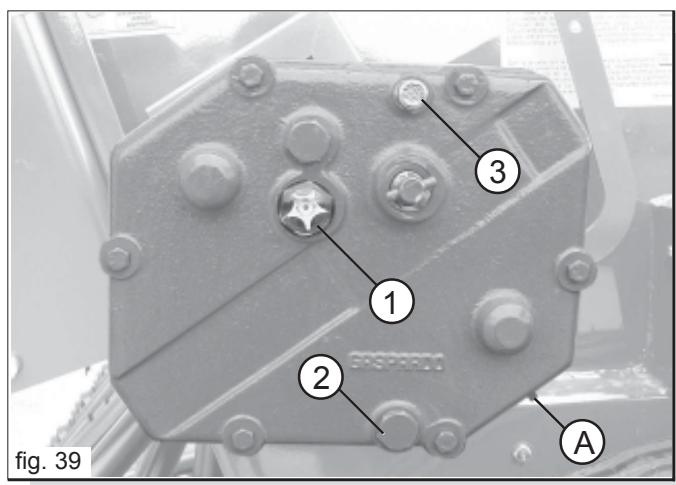

fig. 39
- Den Ölstand im Getriebegehäuse überprüfen und gegebenenfalls bis zum Stand auffüllen (1 Abb. 39). Es wird empfohlen, den gleichen Öltyp (SAE 80W/90) zum Auffüllen zu verwenden.
- Öllaufstutzen, 2 Abb. 39;
- Öleinfullstutzen, 3 Abb. 39.